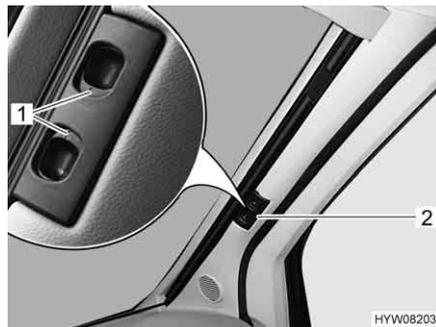

Fig. 56 Estor plegable para la luna delantera
- Presionar los tiradores de desbloqueo (Fig. 56,1) y mantenerlos presionados.
- Tirar el estor plegable para la luna delantera del tirador (Fig. 56,2) hacia el centro de la ventana.
- Empujar ambas mitades del estor plegable para la luna delantera en el tirador (Fig. 56,2) hacia afuera, hasta el tope. Al hacerlo, subir el tirador a la altura de la escotadura de bloqueo.
- Soltar los tiradores de desbloqueo (Fig. 56,1) y dejar que engatillen.